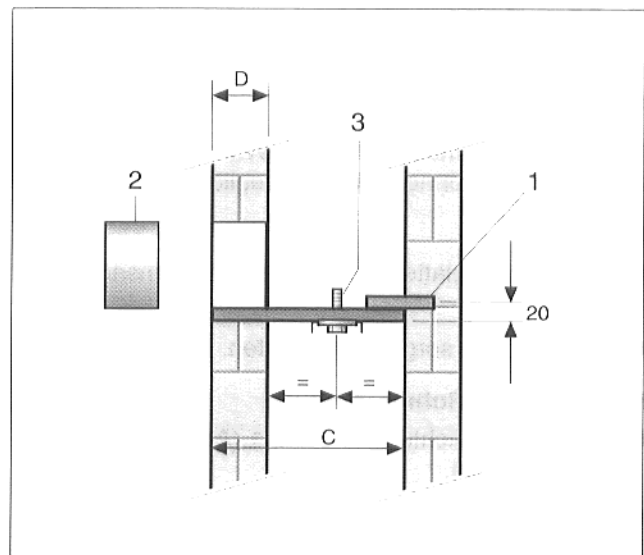

Abb. 8 Auflageschiene
- Zur Befestigung der Auflageschiene an der Hinterwand des Schornsteines im Abstand von 20 mm über der Unterkante des Durchbruches ein Loch \varnothing 10 mm bohren (Abb. 8, Pos. 1).
- Schutzrohr (Abb. 8, Pos. 2) entsprechend Maß D kürzen und in Montageöffnung einmauern.
- Bolzen (Abb. 8, Pos. 3) in die Mitte stellen und festdrehen.